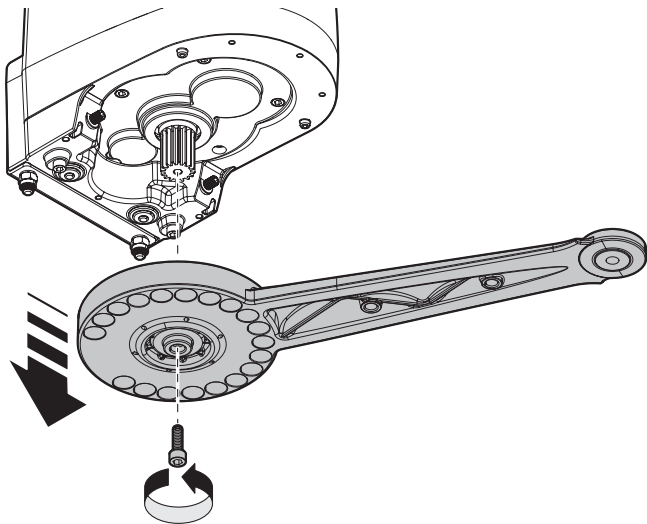

Fig. 14
03. Dévissez les vis du bras moteur et l'extraire comme indiqué sur la **fig. 14** ;